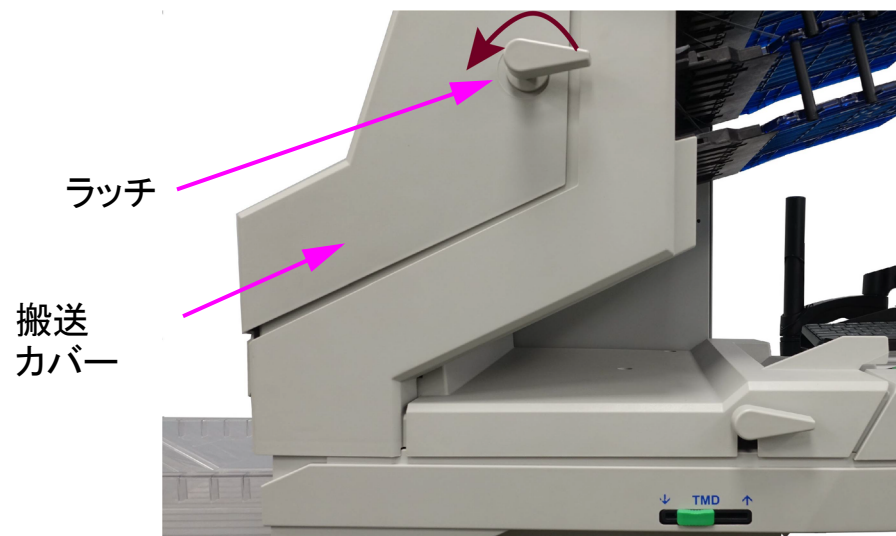

図 4-29： 搬送カバーを開く
1. 搬送ラッチを反時計方向に回し、搬送カバーを引きながらスキャナから取り外します（図 4-29 参照）。